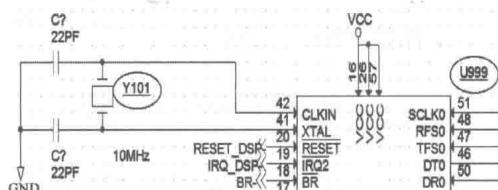

图 1.3.19 修改过的 Reference 会加上 “_”
(2) Preserve User Assigned Valid References (见图 1.3.19): 可以保留 User 自定义的 Reference。